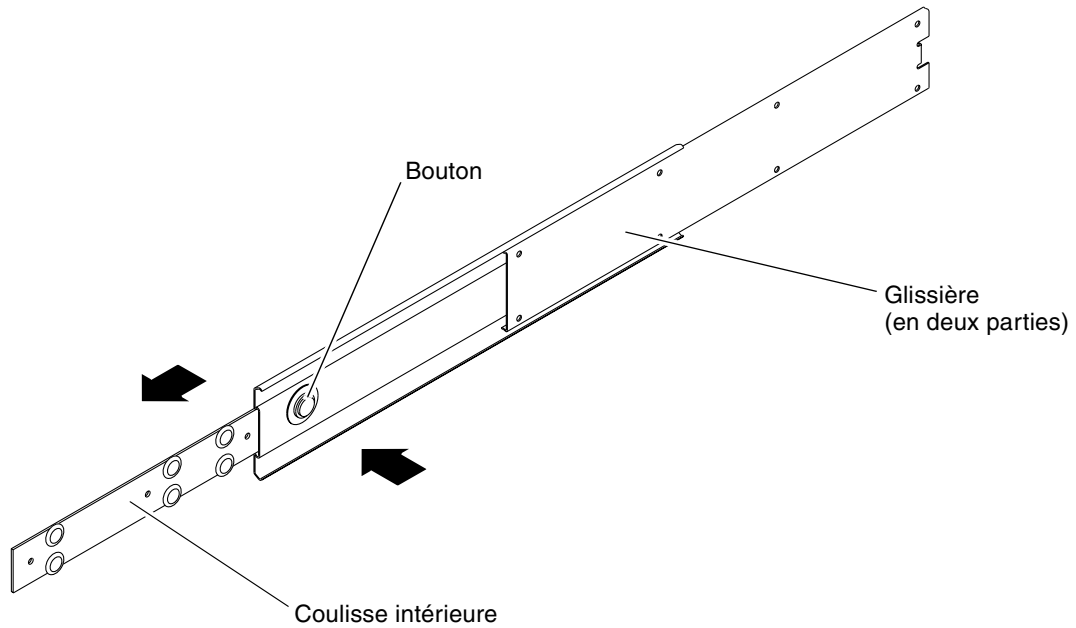

FIGURE 3-8 Démontage des glissières
4. Appuyez sur le bouton de chaque glissière et faites complètement sortir la coulisse intérieure de sa structure (FIGURE 3-8).